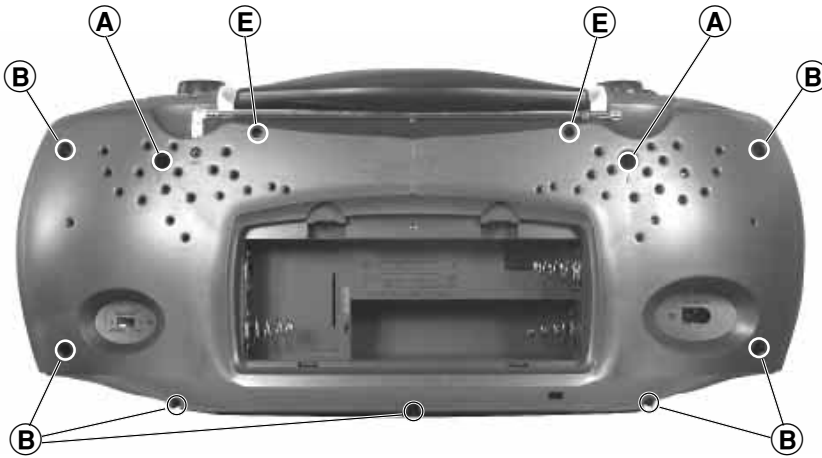

Fig. 1
- 2 Schrauben **A** (lang) und 7 Schrauben **B** (kurz) herausdrehen (Fig. 1).
- Undo 2 screws **A** (long) and 7 screws **B** (short) (Fig. 1).
3. Chassis ausbauen, (Fig. 1 und 4)
- 2 Schrauben **E** herausdrehen (Fig. 1).
3. Removing the Chassis, (Fig. 1 und 4)
- Undo 2 screws **E** (Fig. 1).